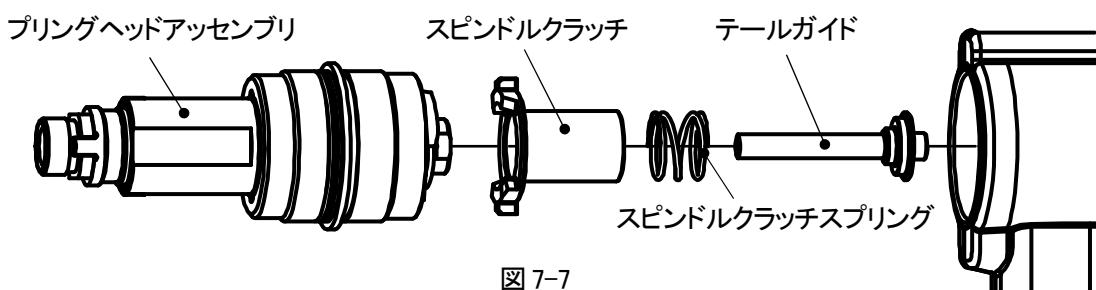

図 7-7
①7-1①②③の要領で SA ノーズハウジング及びプリングヘッドアダプタをツール本体より取り外して、交換してください。
②24mm スパナ又はモンキレンチを使用してプリングヘッドアッセンブリを右に回し(左ねじ)で緩め、プリングヘッドアッセンブリをツール本体より取り外してください。このとき外れてくる部品を(図 7-7)示します。